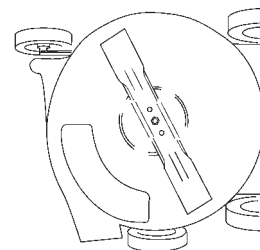

Figure 19
3. Basculez la tondeuse sur le côté **droit** (filtre à air vers le haut) (Fig. 19).
2. Basculez la tondeuse sur le côté **droit** (filtre à air vers le haut) (Fig. 19).